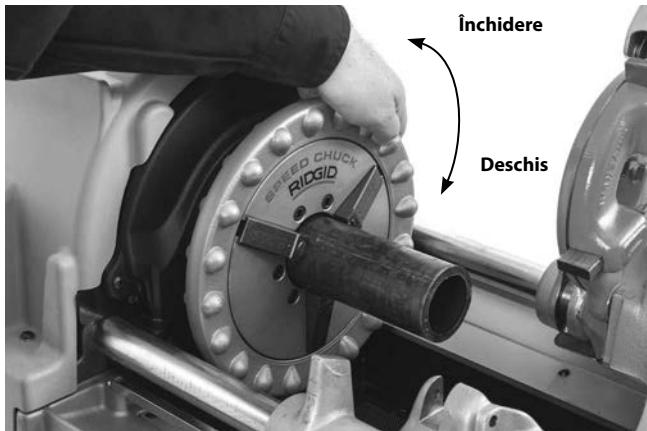

Figura 16 – Prinderea țevii în mandrină
Deschideți complet mandrinele mașinii de filetare. Pentru mașinile cu mandrină manuală, roțiți roata de mâna a mandrinei față în sens orar (vezi Figura 16). Pentru mașinile cu mandrină automată, mișcați întrerupătorul REV/OFF/FOR (Înapoi/Oprit/Înainte) (2/0/1) în poziția REV (2), apăsați și eliberați întrerupătorul de picior.
Rotiți roata de mâină a mandrinei frontale în sens antiorar (văzut dinspre față frontală a mașinii Figura 16) pentru a se închide pe țeavă. Asigurați-vă că țeava este centrată în inserturi. Folosiți rotații antiorare forțate și repede ale roții de mâină pentru a asigura țeava în mandrina frontală.